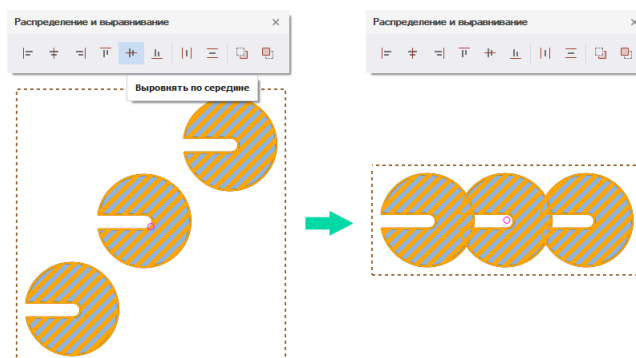

Рис. 250 Выравнивание по середине
2. На панели «Распределение и выравнивание» выберите инструмент «Выровнять по середине», который обозначен символом , см. Рис. 250.